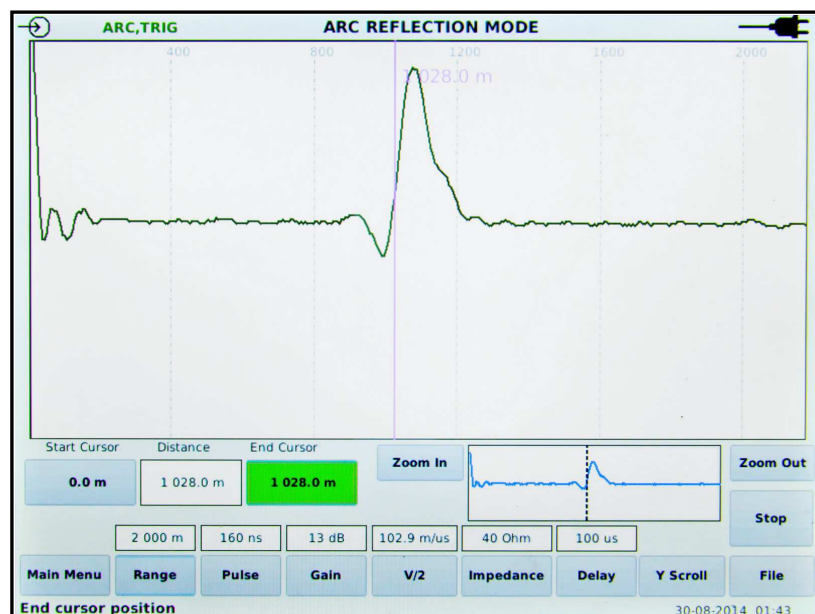

Рисунок 37 – Режим «ARC»
2.5.2.4 Начальная настройка прибора в режиме «ARC» аналогична настройке в режиме «TDR» (см. 2.2.8 – 2.2.12 и рисунок 37).